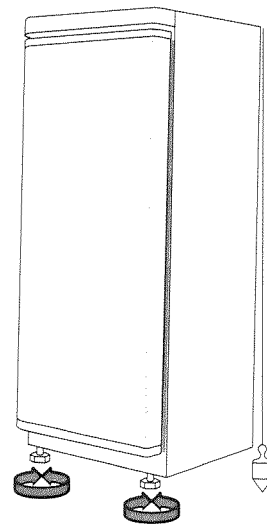

fig. 2
- Calez l'appareil au moyen des pieds réglables déjà en place, une légère inclinaison de l'appareil vers l'arrière, facilitera la fermeture de la porte (fig. 2).
- 2- Maintenez l'appareil légèrement incliné vers l'arrière (fig. 2).
- 3- Déclipsez la plinthe inférieure (fig. 2).